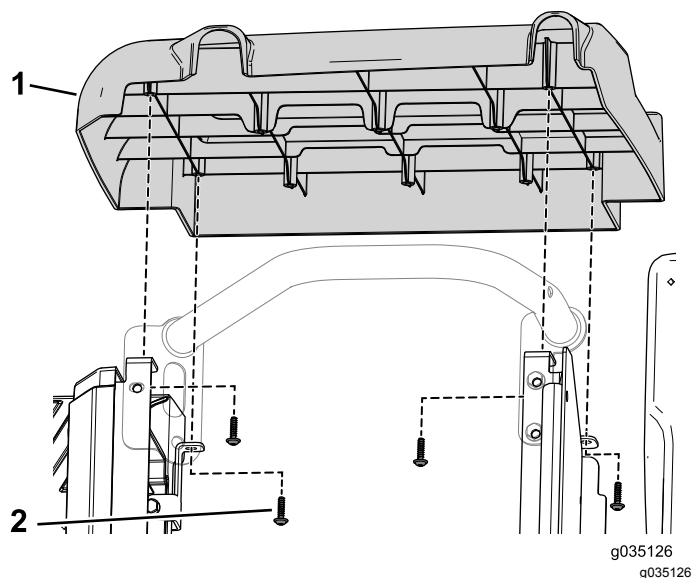

Figura 9
1. Remova os quatro parafusos autorroscantes que prendem o pannel do lado direito à máquina (Figura 9).
3. Prenda o painel do lado direito utilizando os quatro parafusos autorroscantes previamente removidos (Figura 9).